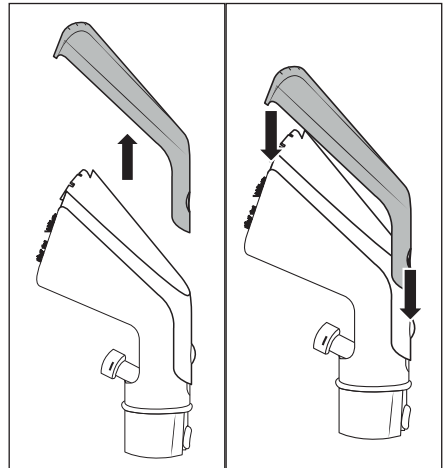

Abb. 9
- ◆ Drücken Sie die Verriegelungstaste **24** von der Reinigungsaufsatzabdeckung **23** der Polsterdüse **22** und ziehen die Reinigungsaufsatzabdeckung **23** ab (siehe Abb. 9).
- ◆ Setzen Sie die Reinigungsaufsatzabdeckung **23** auf die Polsterdüse **22**. Schieben Sie diese nach unten, bis die Verriegelungstaste **24** in die Polsterdüse **22** einrastet (siehe Abb. 9).